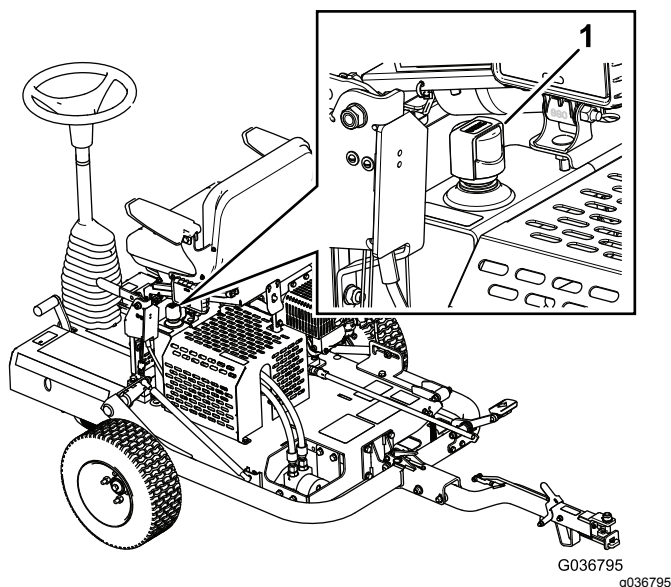

Bild 21
3. Nehmen Sie den Deckel des Hydraulikbehälters ab und prüfen Sie den Ölstand am Peilstab (**Bild 21**).